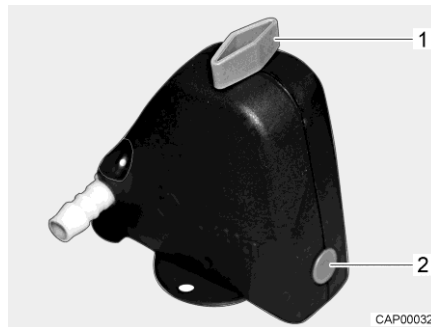
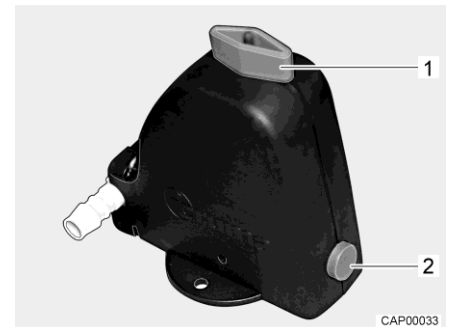

Bild 63 Säkerhets-/avtappningsventil stängd
Bild 64 Säkerhets-/avtappningsventil öppen
- Öppna säkerhets-/avtappningsventil (Bild 63). Vrid vredet (Bild 63,1) mot säkerhets-/avtappningsventilen. Tryckknappen (Bild 63,2) skjuts ut. Den öppna säkerhets-/avtappningsventilen visas i Bild 64.